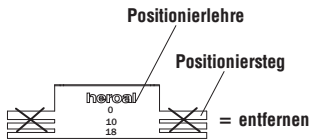
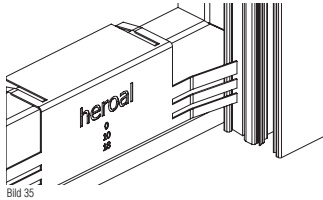

Bild 34
Bild 35
Schritt 2: Zur richtigen Anordnung der Endleistenraste ist die Positionierlehre (Bild 34) erforderlich. Je nach gewünschter Einrasthöhe des Fliegengitter-Rollos muss der entsprechende Steg der Lehre gewählt werden (Bild 35 - 36). Grundsätzlich gilt: Oberkante Steg = Unterkante Endleistenraste.